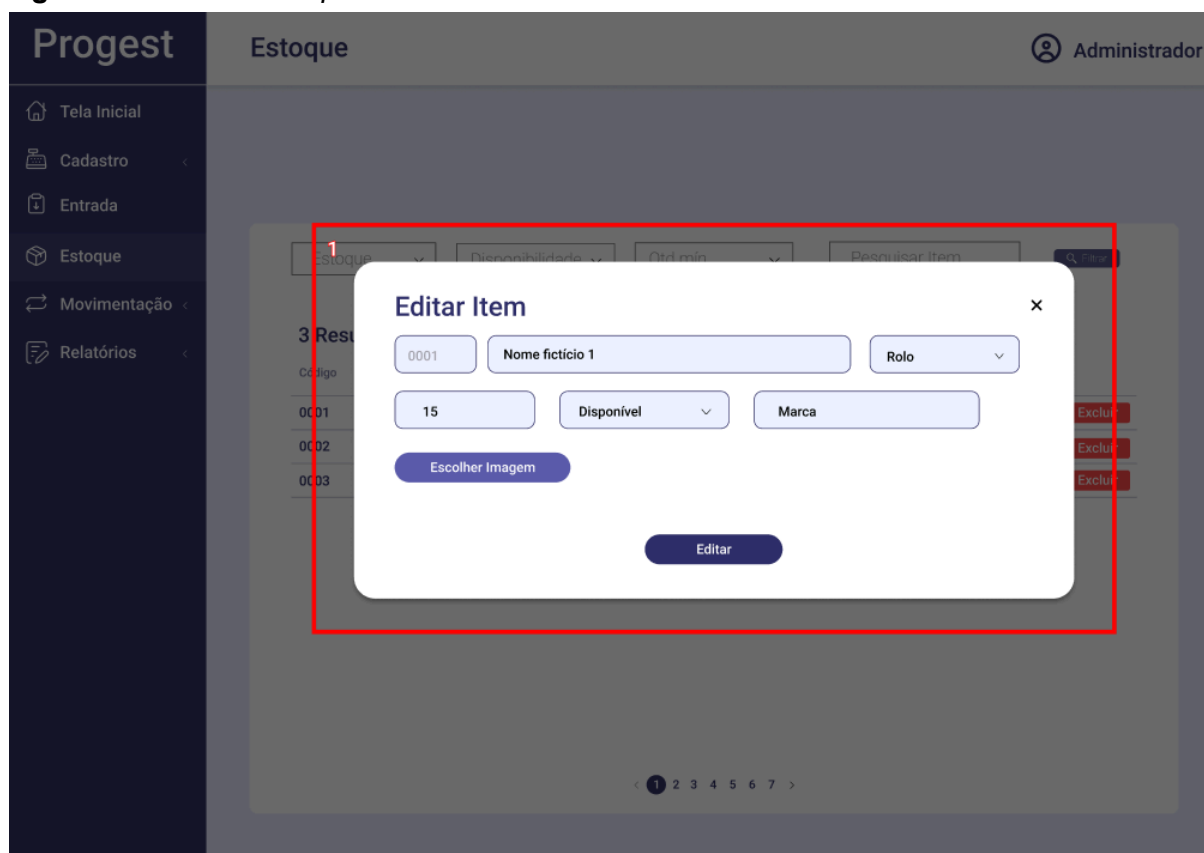

Figura 19: Tela de edição de Item
- **Consulta e Filtragem de Itens:** A tela principal exibe uma lista de todos os itens em estoque, com informações como Código, Nome, Unidade, Quantidade atual e Status. A principal ferramenta desta tela é a barra de filtros (1), que permite localizar itens por Estoque, Disponibilidade, Quantidade Mínima ou Nome. Após definir os filtros, clique no botão "Filtrar" (2) para atualizar a lista.
- **Editar Informações de Estoque:** Ao clicar em "Editar" em um item, o sistema abre a janela "Editar Item" (Figura 19). Esta função é usada para fazer ajustes no estoque, como corrigir a quantidade após uma contagem física ou atualizar a marca de um produto. No formulário (1), você pode alterar campos como a Unidade,